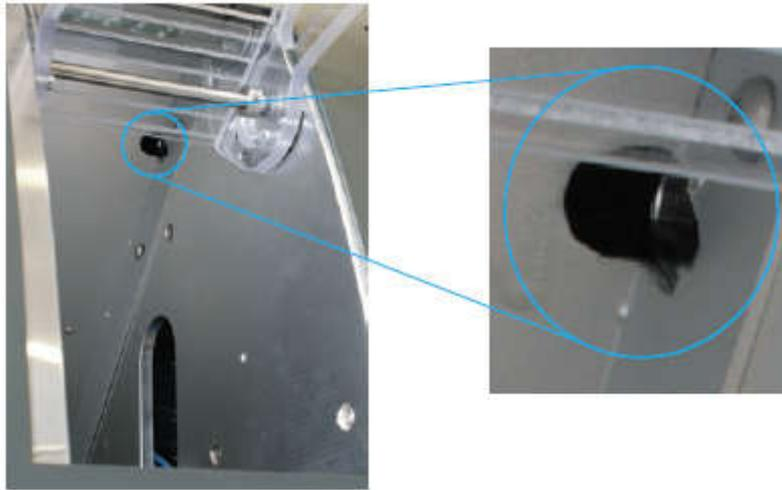

图 22 紧急释放门锁
- (1) 在主电源开关处关闭机器，并断开机器与任何电源和压缩空气的连接。
- (2) 打开夹具舱门
- (3) 在夹盘舱内，通过紧急释放门锁钥匙，打开工作舱门（参见图 22）。